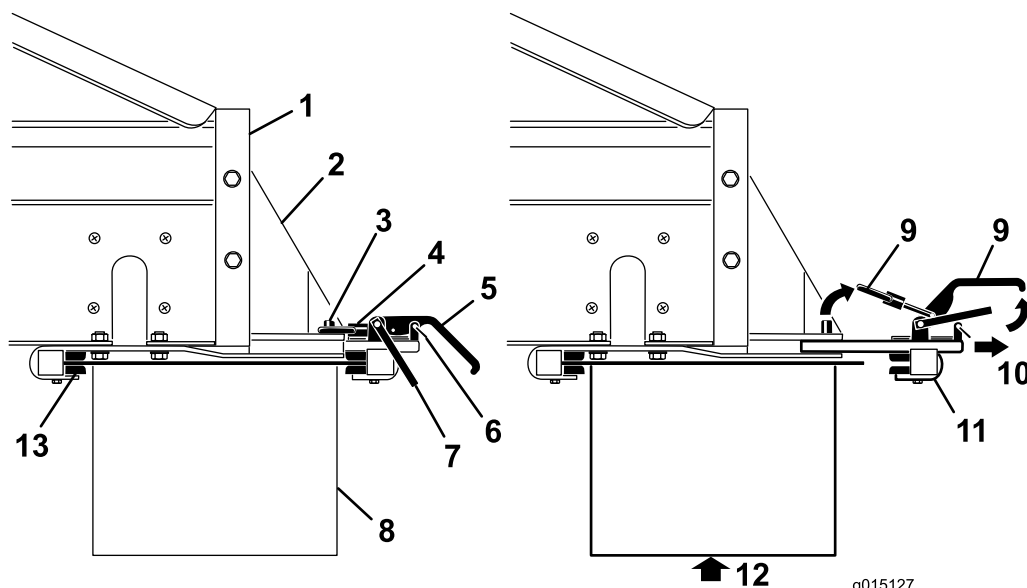

Figura 48
- Retire os cliques do fecho de segurança das pegas da barra de ligação (Figura 48).
- Levante o trinco de segurança, depois levante as pegas da barra de ligação do acessório e liberte os anéis de bloqueio dos pinos de bloqueio (Figura 48).
- Deslize o grampo traseiro de ligação do acessório para fora das ranhuras de ligação rápida (Figura 48).
6. Com ajuda, insira a borda frontal da correia transversal/articulação por cima e por baixo da traseira da máquina para os grampos dianteiros nos suportes (Figura 48).
7. Apoiando a correia transversal/articulação, deslize o grampo traseiro ligação do acessório para as ranhuras nos suportes, e por cima da parte de trás (Figura 48).
9. Instale os cliques do fecho de segurança nas pegas do grampo (Figura 48).